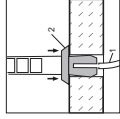

Abbildung 4a
2. Stecken Sie die Leuchte mit den Anschlusskabeln und dem Montagfuß durch die Bohrung (Abbildung 4a). Bei einer Anlagenspannung bis 4 mm Stärke stecken Sie bitte den Halterung (Verpackungshilfe) von unten auf den Steckfuß (Abbildung 4b).